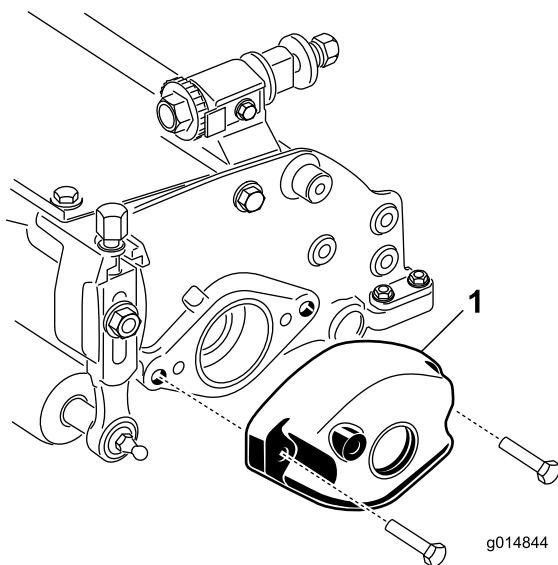

Figura 7
1. Togliete le 2 viti a testa cilindrica che fissano il contrappeso all'estremità sinistra dell'apparato di taglio. Togliete il contrappeso (Figura 7).